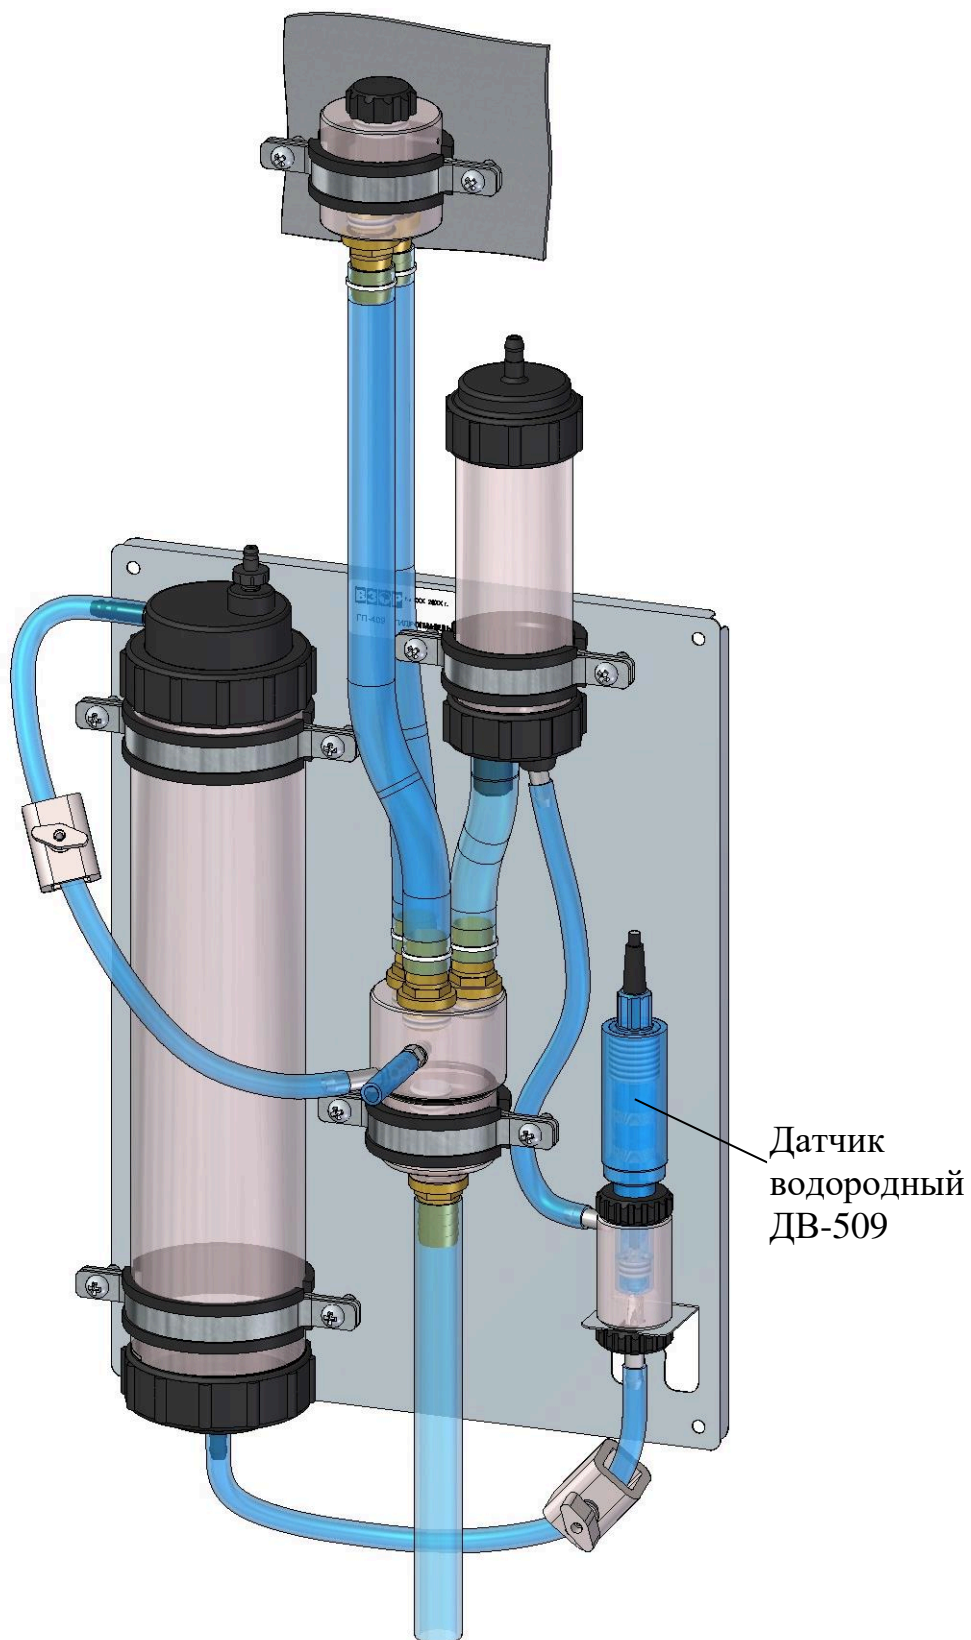

Рисунок 2.10 – Гидропанель ГП-409 с установленным датчиком водородным ДВ-509
- от 0,08 до 5,00 дм³/мин датчик установить в соответствии с руководством по эксплуатации на гидропанель ГП-409 ВР37.04.100РЭ (рисунок 2.10) либо на гидропанель ГП-409С ВР37.62.000РЭ.